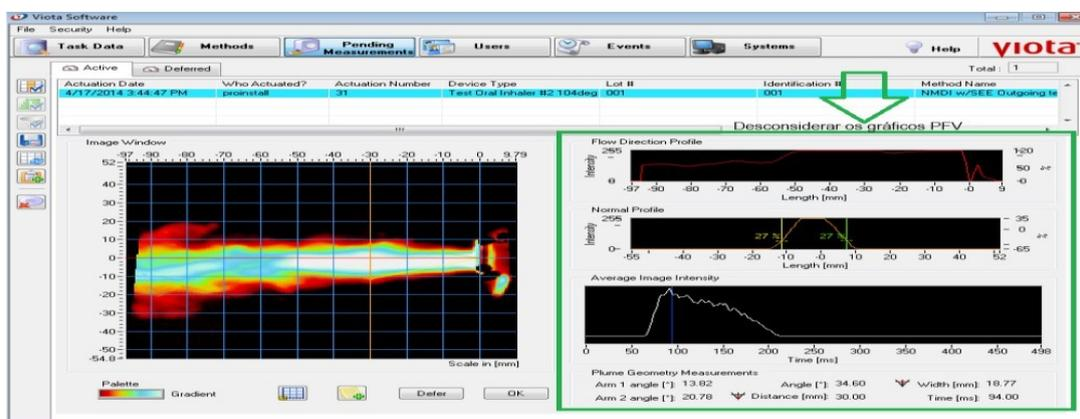

Figura 112: Interface de medição de geometria da Pluma do software Viota. Desconsiderar os gráficos laterais.
a) Observe que a interface de medição de velocidade frontal da pluma e duração de pulverização da área de medições pendentes do software Viota, consiste em conjuntos de controles e indicadores que permitem medir interativamente os atributos da velocidade frontal da pluma e os dados de duração da pulverização de acordo com as recomendações. Quando abrir pela primeira vez uma medição de PFV na área de medições pendentes *PFV measurement*, note que a janela da imagem mostra uma observação informando que é necessário reposicionar a origem para fazer a medição adequada. Desconsidere o gráfico PFV do lado direito conforme Figura 112, até que a origem seja reposicionada.
b) Reposicione a origem das medições de PFV com o clique no botão conforme a Figura 112.